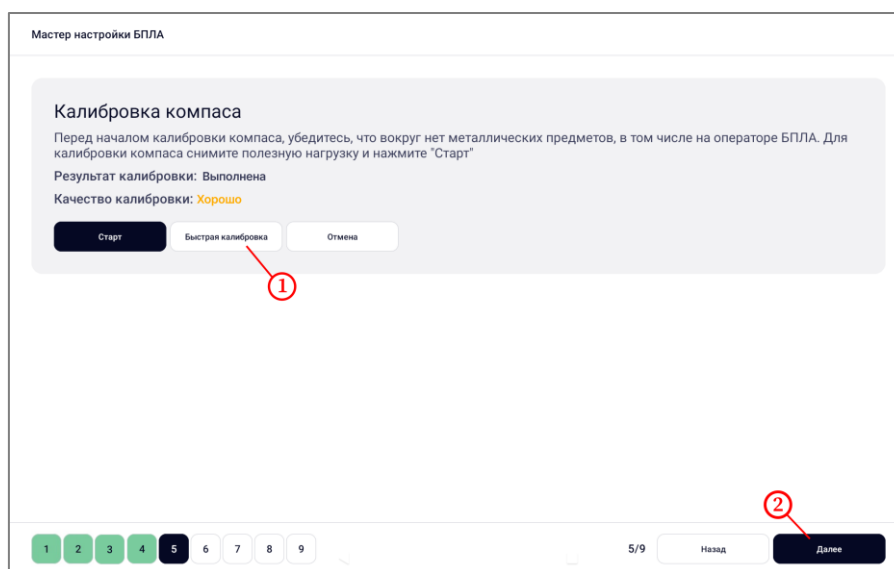

Рисунок 14 – Быстрая калибровка
- нажать на кнопку «Быстрая калибровка» (рисунок 14, шаг 1). Калибровка выполнится автоматически;
- нажать на кнопку «Далее» (рисунок 14, шаг 2).